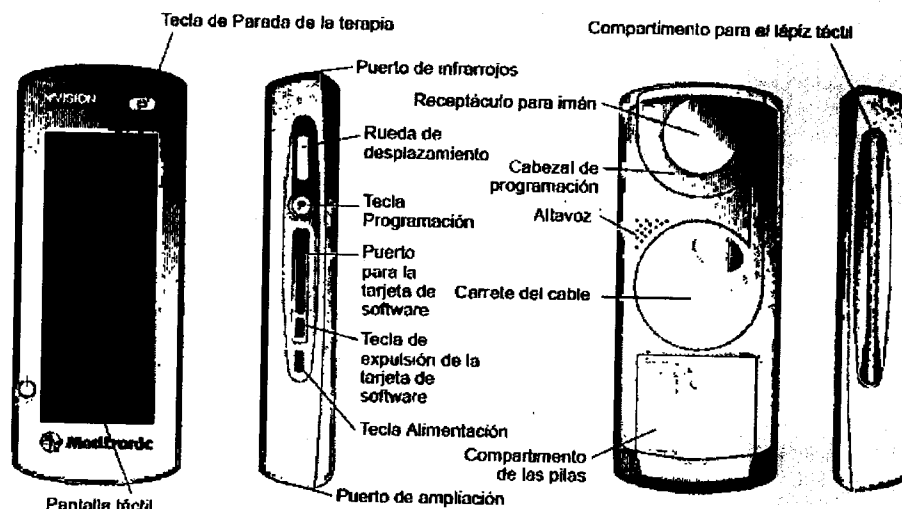

Figura 1. Componentes del programador del médico N'Vision.
El programador del médico N´Vision Modelo 8840 (Figura 1) con la tarjeta de software Modelo 8870 es un dispositivo portátil que se utiliza para programar dispositivos de Medtronic para la administración de terapias de Medtronic Neurological. El programador se utiliza para revisar y programar los parámetros de la bomba mediante telemetría, que es una comunicación por radiofrecuencia (RF). El programador se utiliza también para definir límites para los dispositivos de control por el paciente (si procede).